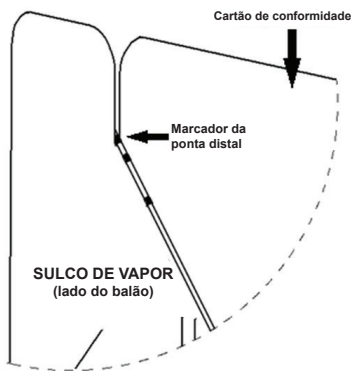

Figura 2 Configuração reta
5. Coloque a faixa de marcação da ponta distal com dobra na parte inferior e no interior do sulco de vapor. (consulte a Figura 2)
4. Coloque a faixa de marcação da ponta distal na parte inferior e no interior do sulco de vapor. (consulte a Figura 2)